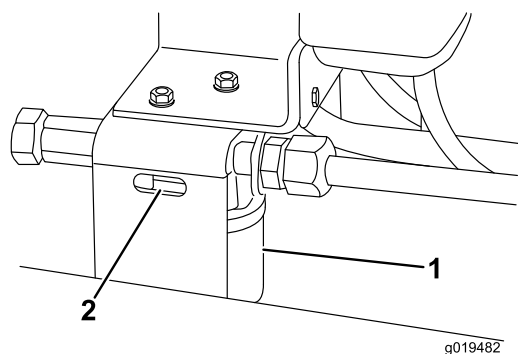

Figura 74
2. Pulite la superficie circostante il filtro. Collocate una bacinella di spurgo sotto il filtro e togliete il filtro (Figura 74).